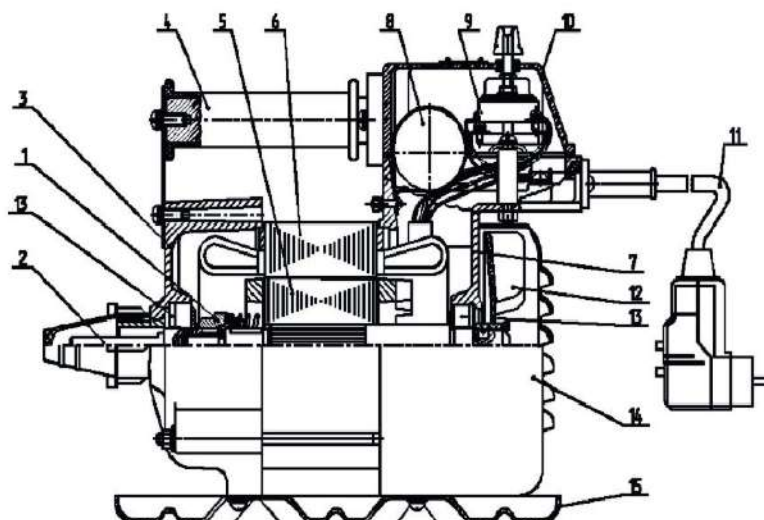

Рисунок 1. Электропривод ЭП – 1400 или ЭП-2200
5.2 Устройство электропривода приведено на рис. 1.
- развернуть резьбовые соединения электропривода (рисунок 1), снять крышку 10, отсоединить от контактов выключателя 9 токоподводящий провод 11 и выводные провода обмотки статора 6 (при необходимости), снять подшипниковые щиты 3,7.